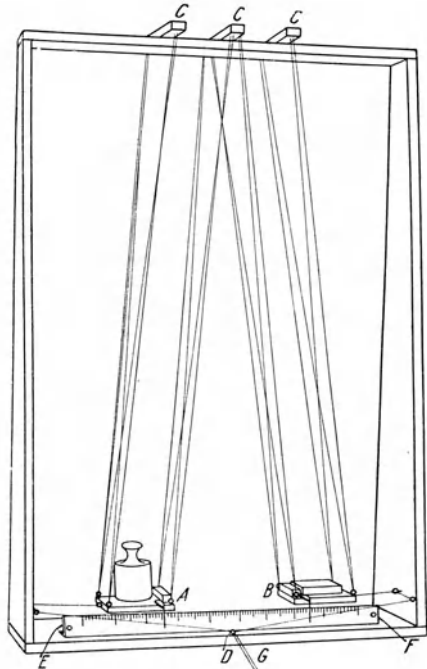

Fig. 82.
e) Lege auf das linke Brettchen das Bleistück und auf das rechte 500 gr (Fig. 82). Ermittle die Verschiebungen, bei denen beide Pendel